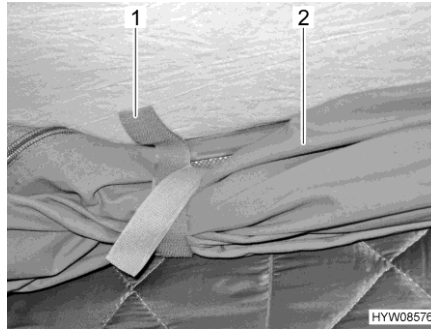

Bild 19 Hållare
- Lossa hållaren (Bild 19, 1) på den upprullade tältduken (Bild 19, 2).
- Rulla in tältduken (Bild 19,2) och säkra med hållarremmen (Bild 19,1).